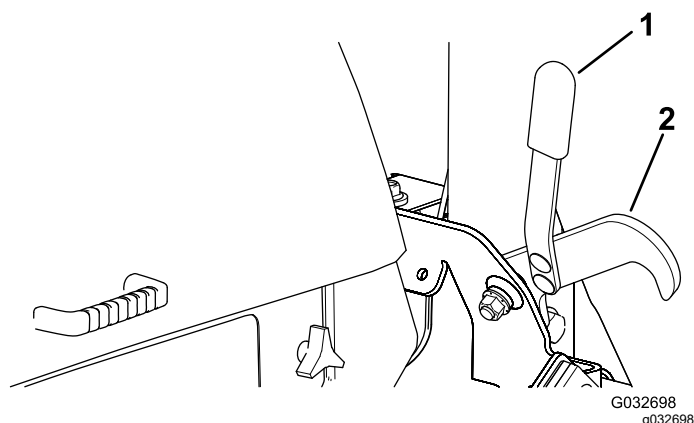

Figura 31
2. Siéntese en el asiento del operador, y gire la llave de contacto a la posición de MARCHA (Figura 31).